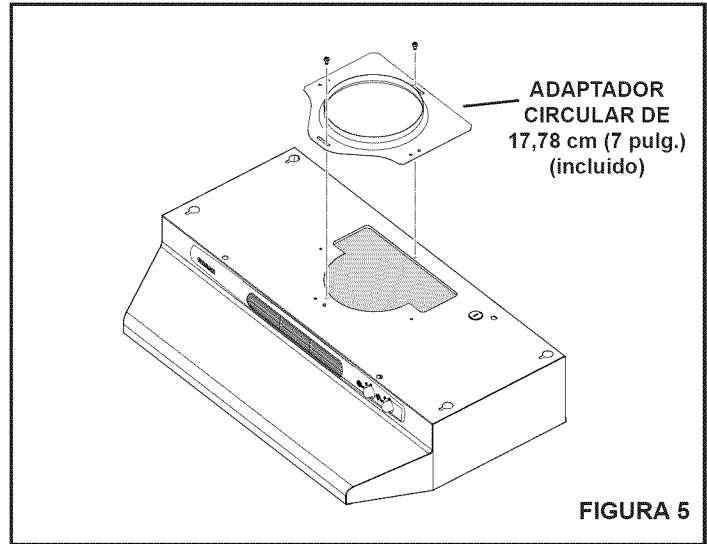

FIGURA 5
- Para una instalación de descarga circular de 17,78 cm (7")**, **refiérase a la FIGURA 5.** Asegure el adaptador de 17,78 cm (7") (incluido) al tope de la campana usando los tornillos provistos. Instale regulador redondo de 17,78 cm de diámetro (Modelo BP87 (97010792), se compra por separado).